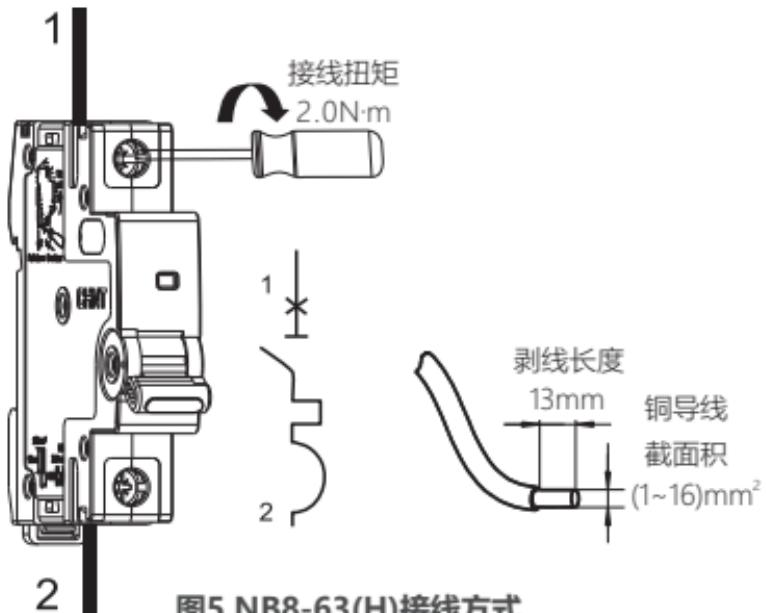

图5 NB8-63(H)接线方式
5.4 适用于铜导线连接，导线选择见表2，接线方式及剥线长度示意如下图5